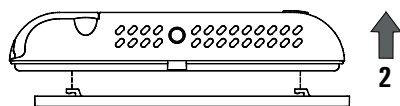

Fig. 1
- Décrocher la plaque murale enfoncée sous la base du chronothermostat comme indiquée dans la Fig. 1.